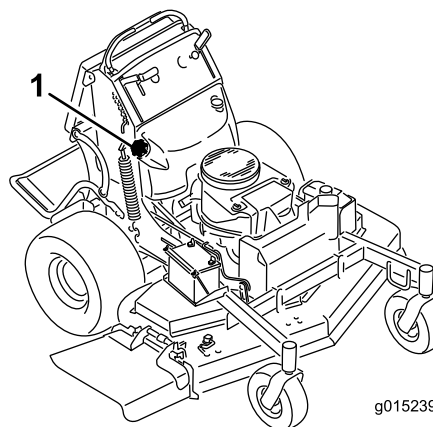

Figura 49
5. Utilizando uma bomba sifão, drene o combustível para uma lata de gasolina limpa (Figura 49).